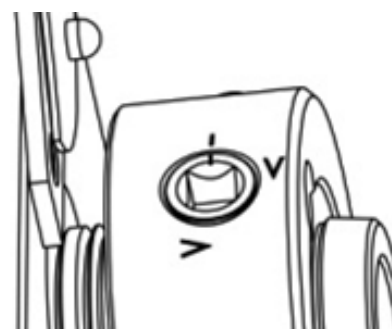

Bild 8: Spindelkomponenter.
3. Vrid nyckeln moturs (cirka 1/3 varv) tills Camlock-markeringen är i linje med märket på spindelnsen (se bild 8).